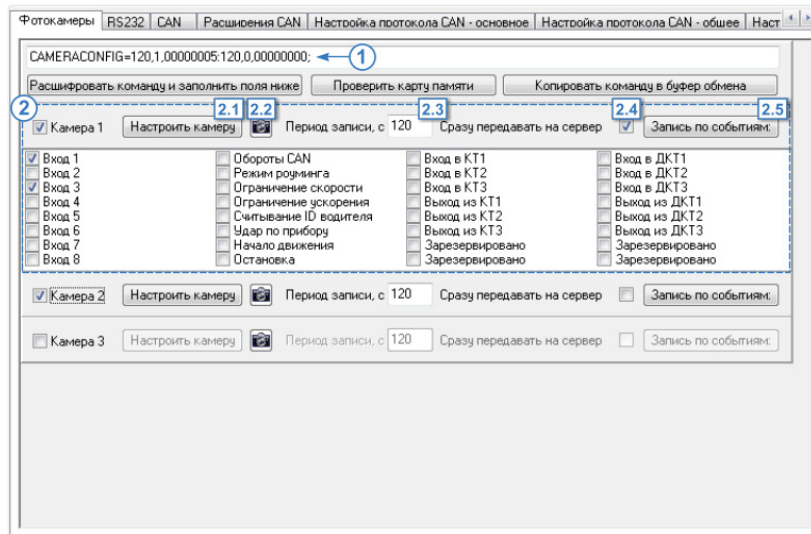

Рис.37. Вкладка «Фотокамеры».
- установить сетевой адрес камеры. Для этого – нажать кнопку «Настроить камеру» (Рис.37, п. 2.1). Камере автоматически будет присвоен адрес, соответствующий ее порядковому номеру: Камере 1 будет присвоен адрес 1, Камере 2 – адрес 2 и т. д.
- удостовериться, что камере присвоен нужный адрес, можно сделав пробный снимок. Для того чтобы сделать пробный снимок, необходимо нажать кнопку «Сделать снимок» (Рис.37, п. 2.2). Снимок будет записан в дополнительную память прибора «АвтоГРАФ». Статус выполнения отображается в окне состояния программы.
- в поле «Период записи, с» (Рис.37, п. 2.3) задать период, с которым прибор будет записывать снимки с камер. Период следует задавать в секундах.
- если необходимо передавать снимки на сервер, сразу после получения с камеры, то необходимо включить опцию «Сразу передавать на сервер» (Рис.37, п. 2.4).
- снимки могут выполняться по запрограммированным событиям. Для этого необходимо нажать кнопку «Запись по событиям» (Рис.37, п. 2.5), затем в появившемся списке событий прибора выбрать события, инициирующие принудительную запись снимка с настраиваемой камеры. Выбранные события должны быть настроены в приборе – заданы активные состояния, пороги срабатывания и т. д.